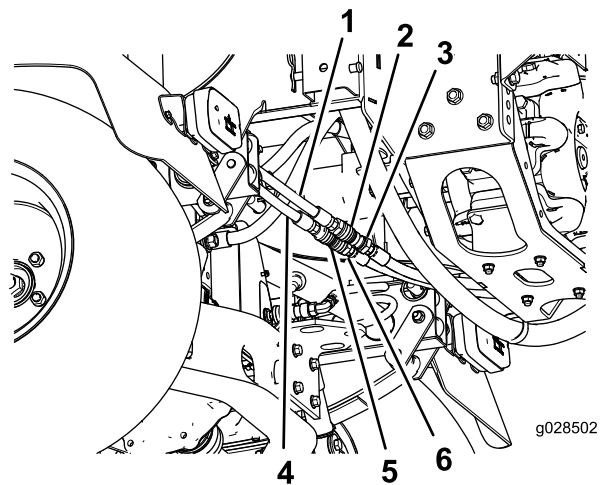

Figure 9
1. Branchez un raccord rapide femelle sur l'extrémité mâle du flexible hydraulique de la vanne de levage de rampe (Figure 9).
3. Branchez les flexibles hydrauliques aux raccords rapides comme montré à la Figure 9.